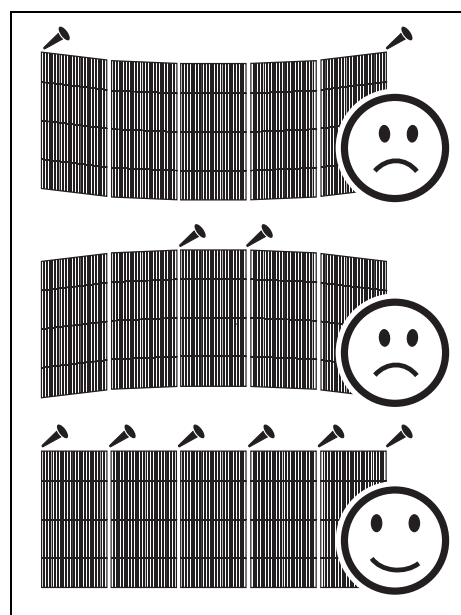

Figura 4: Cómo evitar el estrés de los paneles.
2. Ver la Figura 4. Comprobar que la estructura no se deformará con el peso de los paneles. Suspender los paneles en una estructura poco estable causará daños en los paneles. Los daños causados en los paneles por estrés mecánico no están cubierto por la garantía.